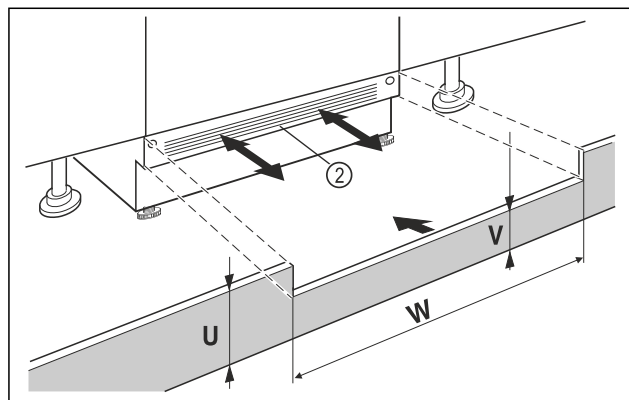

Fig. 40 Primjer izgleda
- Natakните masku podnožja uređaja Fig. 40 (2), ali je nemojte još pričvrstiti.
- Ako se maska podnožja Fig. 40 (2) vidi, izvucite je toliko prema naprijed da prednji rub ventilacijske rešetke i maske podnožja namještaja tvore ravninu.
- Ako je maska podnožja skrivena Fig. 40 (2), gurnite je posve prema otraga.
- Obratite pozornost na potpuno slobodne ventilacijske otvore: Po potrebi izrežite visinu maske podnožja namještaja Fig. 40 (U)!
- Uzduž širine niše Fig. 40 (W) prilagodite visinu poprečne lamele Fig. 40 (V) ispod maske podnožja uređaja Fig. 40 (2).